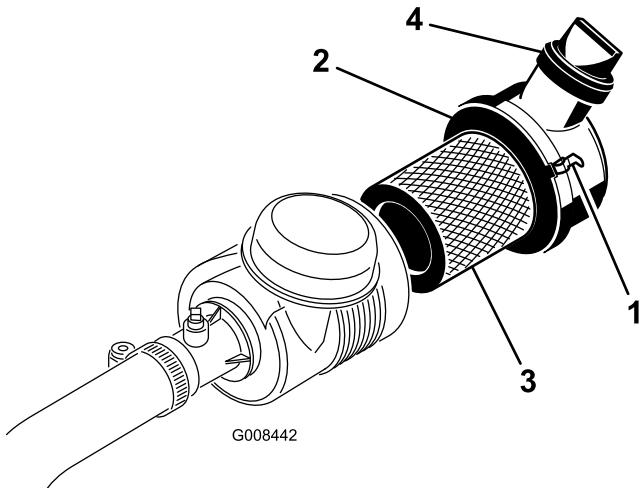

Рисунок 37
1. Отпустите защелки, фиксирующие крышку воздухоочистителя на его корпусе (Рисунок 37).
7. Установите крышку на место и закройте заплечики (Рисунок 37).